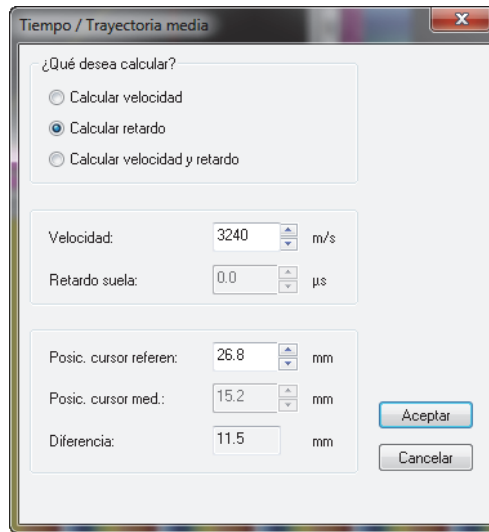

Figura 4-26 Calibración con el cuadro de diálogo Tiempo / Trayectoria media
7. En el cuadro de diálogo **Tiempo / Trayectoria media** que aparece (ver Figura 4-26 en la página 132), siga los siguientes pasos: